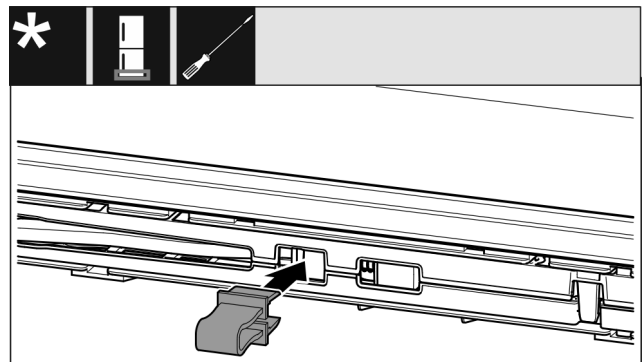

Fig. 16
- ▶ Sicherung in Öffnung einrasten. (siehe Fig. 16)